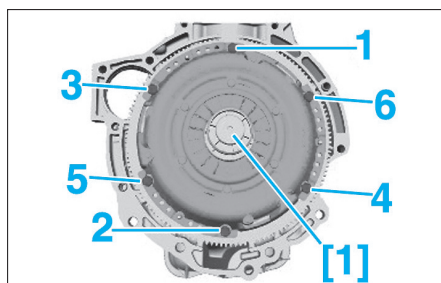

Fig. 2
- Mettre en place le mécanisme sur le volant et serrer progressivement les vis de fixation en diagonale et par passes successives jusqu'au couple prescrit (Fig.2).